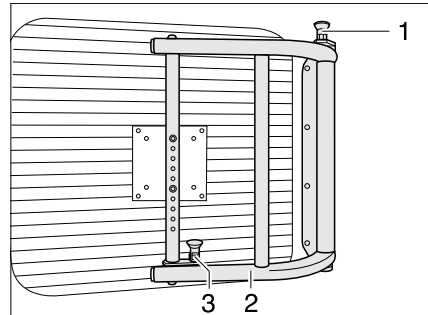

Bild 65 Schwenkarm für Flachbildschirm
- Entriegelungsknöpfe (Bild 65,1 und 3) nach oben ziehen, um den Schwenkarm zu entriegeln.
- Flachbildschirm mit der Halterung (Bild 65,2) in die gewünschte Position schwenken.